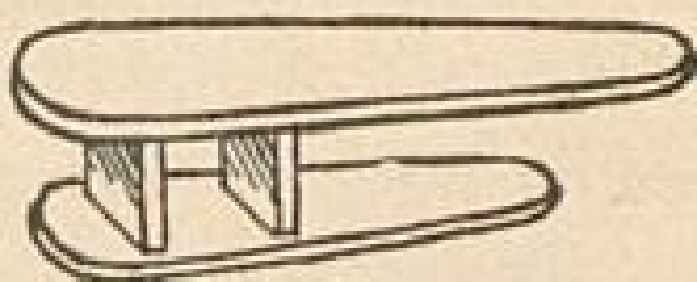

Abb. 2
3. Sehr wichtig sind ferner gute Bügelgeräte. Bügelbrett und Ärmelbrett (Abb. 2) müssen leicht gepolstert sein und einen waschbaren Ueberzug haben, der stets sauber zu halten ist, damit die Stoffe beim Bügeln nicht beschmutzt werden; durch Hitze eingepreßte Flecken sind schwer zu entfernen. Als Bügeleisen ist das Elektrische zu empfehlen, da es bequem zu